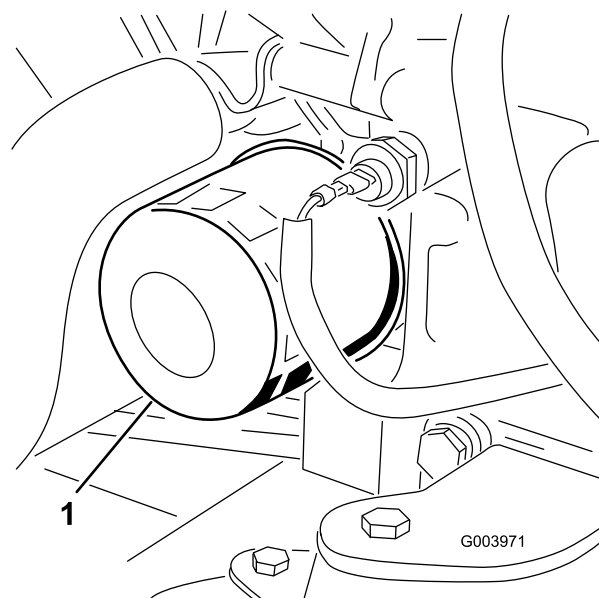

Figura 53
3. Togliete il filtro dell'olio (Figura 53).